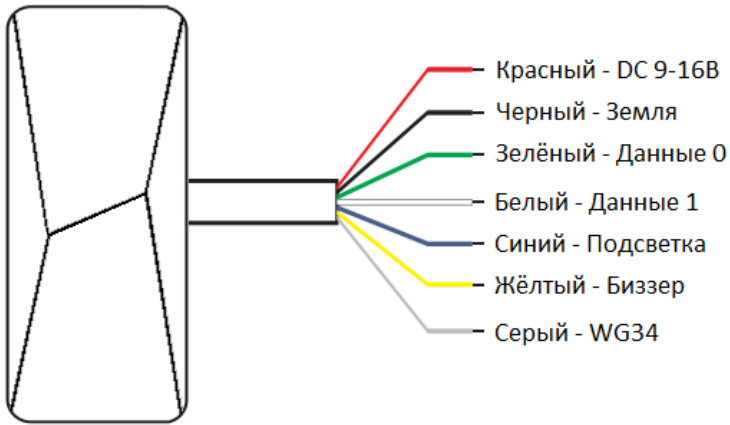

Рисунок1. Цветовая маркировка проводов
4. Подключите считыватель к контроллеру согласно назначению проводов по цветовой маркировке (Таблица 2 и Рисунок 1).